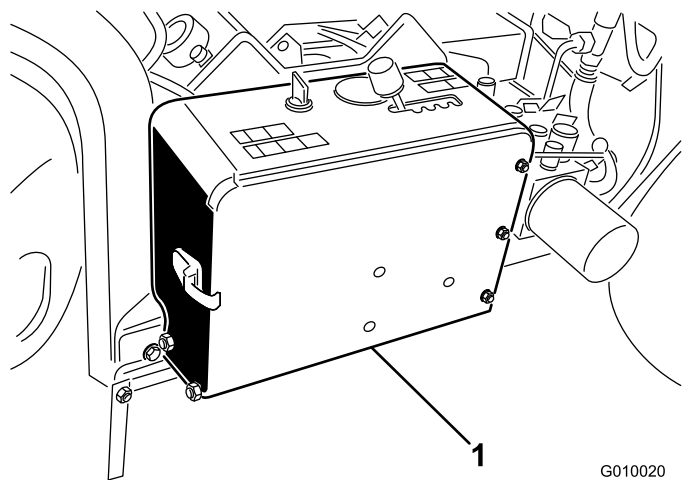

Рисунок 50
1. Освободите защелку и откройте крышку аккумуляторного отсека (Рисунок 50).